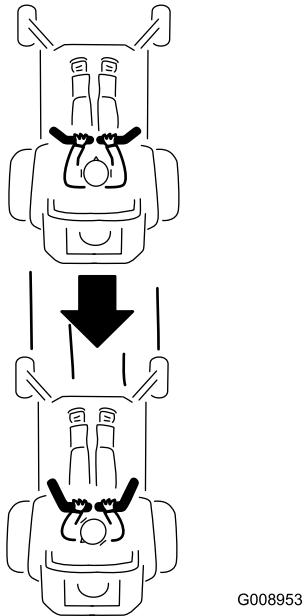

Figure 22
- Pour vous déplacer en marche arrière, tirez lentement les leviers en arrière (Figure 22).